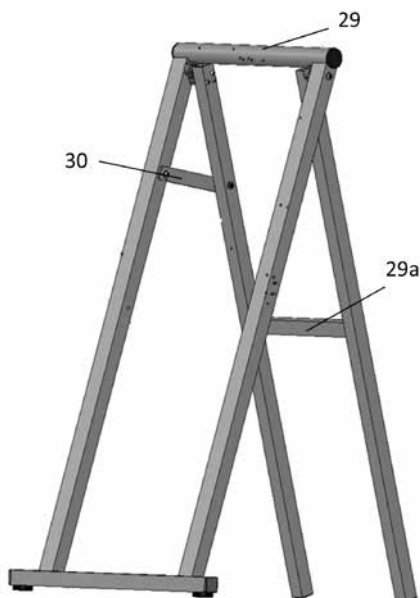
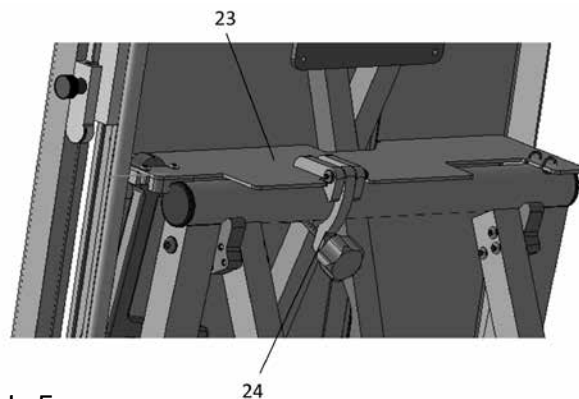

Abb. 4
Abb. 5
Öffnen Sie die Fixierklammer für den Standfuß (Pos. 24, Abb. 3) und trennen diesen vom Gerät. Stellen Sie den Standfuß wie in der Abb. 4 gezeigt auf und arretieren den Sicherungsriegel (30).
Heben Sie den ProCut top am Tragegriff (Pos. 27, Abb. 3) und an der Grundplatte (Pos. 1, Abb. 1) an und positionieren dieses mit der Aufnahme für den Standfuß (Pos. 23, Abb. 5) mittig auf der Auflage für den ProCut top (Pos. 29, Abb. 4).
Der Trafo mit Kabelaufwicklung (Pos. 26, Abb. 2) lehnt dann an der Auflage für Trafo mit Kabelaufwicklung (Pos. 29a, Abb. 4). Anschließend befestigen Sie das Gerät auf der Stütze fest mit der Fixierklammer für den Standfuß (Pos. 24, Abb. 5). In dieser Position wird das Gerät freistehend betrieben.
Öffnen Sie den Sicherungsriegel (Pos. 30, Abb. 4) am Standfuß / der Freistellstütze (Abb. 4) und klappen den Standfuß ein.
Der ProCut top kann mit der Aufnahme für Standfuß / Freistellstütze (Pos. 23, Abb. 5) auf der Rückenlehne des Arbeitsgerüsts aufgehängt werden.
Sichern Sie das Gerät zwingend fest mit der Fixierklammer für den Standfuß / die Freistellstütze (Pos. 24, Abb. 5)!